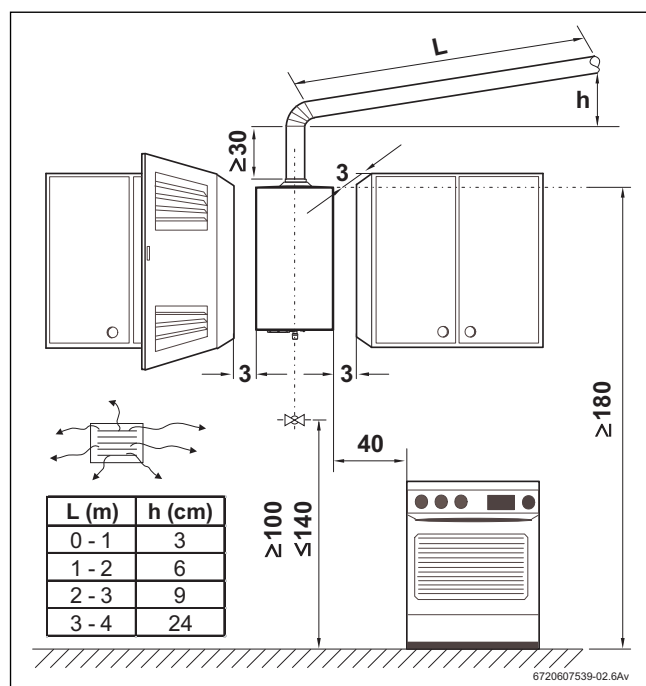

Fig. 34 Separaciones mínimas (en cm)
- ▶ Asegurar la accesibilidad en los trabajos de mantenimiento respetando las separaciones mínimas indicadas en la Fig. 34.